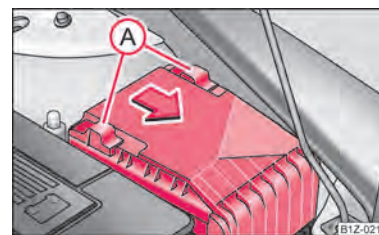

Fig. 177 Cubierto de fusibles en el vano motor
- Desplazar el estribo de seguridad (A) ⇒ fig. 177 hasta el tope; detrás del estribo de seguridad aparecerá el símbolo , retirar la cubierta.